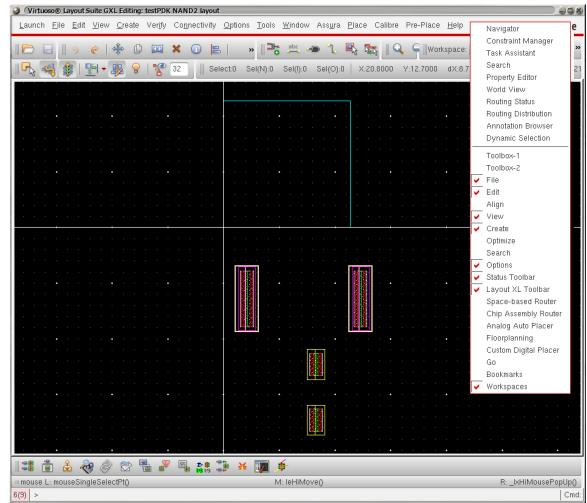
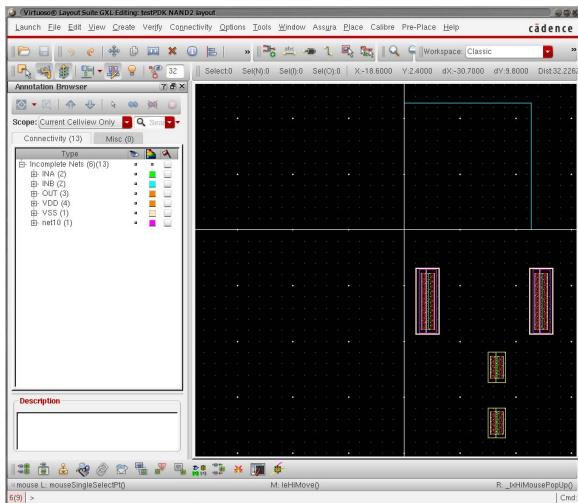

図 28: 右クリックでメニューを表示
図 29: Annotation Browser の起動
3. 次に、レイアウトウィンドウの上部のメニューの右端、Help ボタンと cadence ロゴの間の何もないところでマウスの右クリックをすると、図 28 のようなメニューが現れるので、ここから Annotation Browser を選択する。すると図 29 に示すように、まだ接続が完了していない端子がリスト表示される。このウィンドウを用いて端子の接続関係を確認することができる。